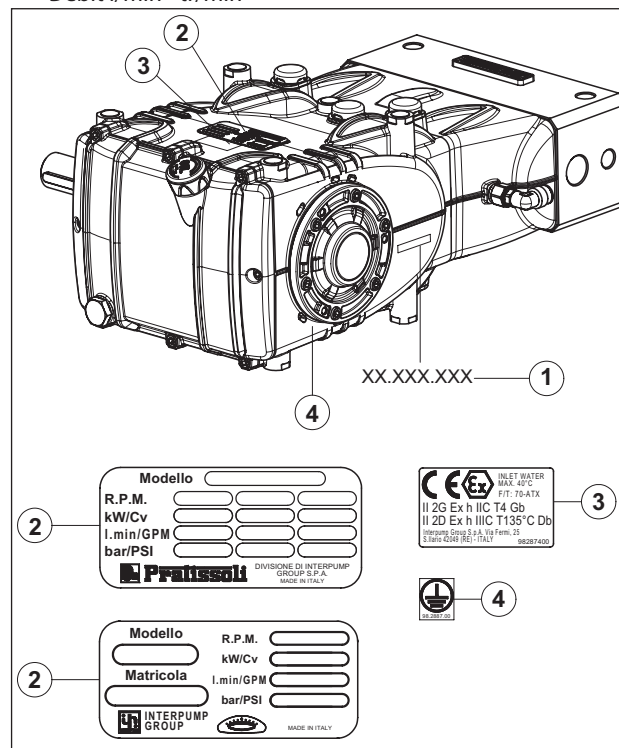

Fig. 1
Chaque pompe Fig. 1 possède : son numéro de série XX.XXX.XXX, voir rep. ① et une plaquette d'identification, voir rep. ② qui indique :